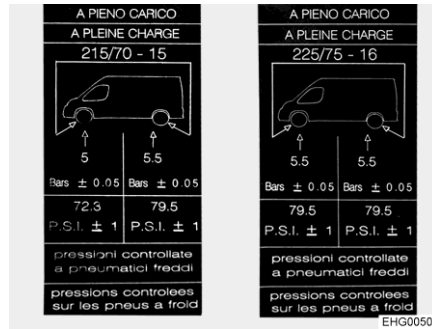

Bild 145 Hänvisningsetiketter om däcktrycket på B-stolpen (exempel)
- ▷ Hänvisningsetiketter med önskat däcktryck är fästa på insidan av B-stolpen (se Bild 145).